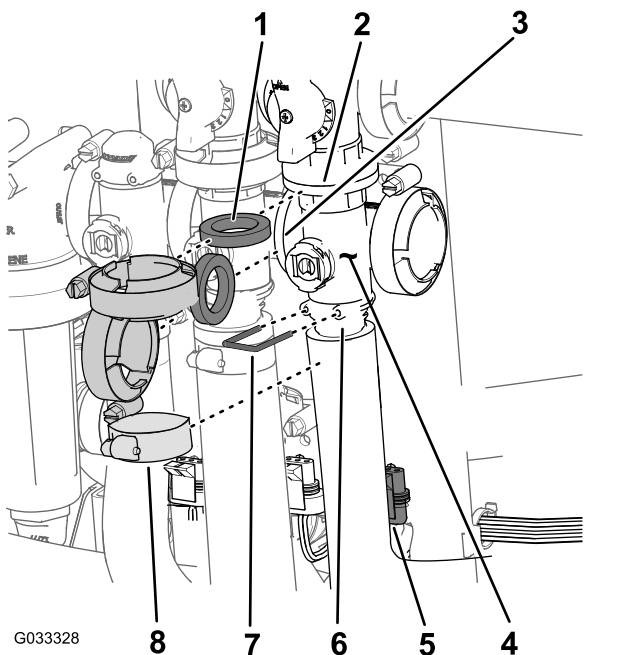

图 72
- 拆下将主喷洒臂段阀歧管 图 72 固定至主喷洒臂段旁通阀、搅拌阀和主喷洒臂段歧管阀在流量计的软管末端的夹具和垫片。
2. 拆下将出口接头固定至主喷洒臂段阀歧管的卡环图 72。